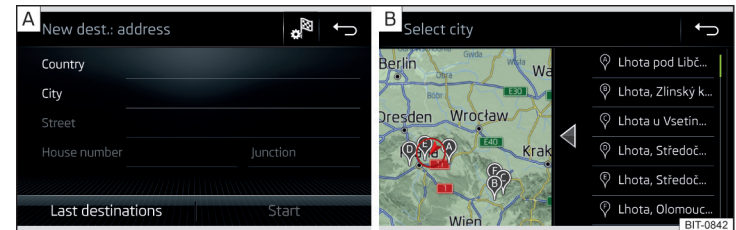

Abb. 159 Ziel über die Adresse eingeben: Hauptmenü / Liste der aufgesuchten Orte
- Die Zieladresse eingeben und anschließend bestätigen » Abb. 159 - **A**.
In Abhängigkeit von der Anzahl der aufgesuchten Orte kann automatisch eine Karte mit einer Liste der aufgesuchten Orte angezeigt werden » Abb. 159 - **B**. ▶